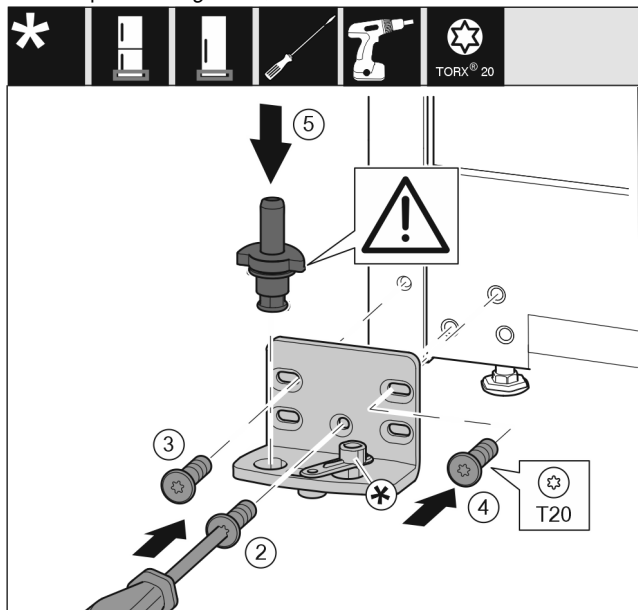

Fig. 16
- ▶ Postavite podložak ležaja na drugoj strani i zavijte pomoću odvijača T20. Započnite s vijkom 2 dolje u sredini. Fig. 16 (2)
- ▶ Pritegnite vijak 3 i 4. Fig. 16 (3,4)
- ▶ Kompletno umetnite podložak ležaja. Pri tome pazite da je ispuščenje za blokiranje okrenuto prema otraga. Fig. 16 (5)